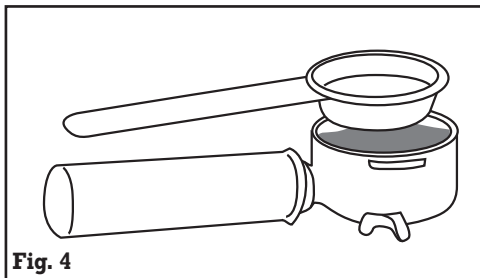

Fig. 4
- Colocar en el portafiltro el filtro y llenarlo con una o dos medidas de café molido con la cuchara dosificadora. La medida de la cuchara dosificadora es para una taza. Presionar el café del filtro con la parte posterior de la cuchara dosificadora (fig.4) y eliminar los eventuales excedentes de café del borde del filtro.